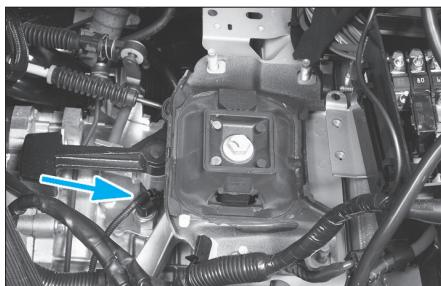

FIG. 3
- Débrancher le contacteur de feux de recul (Fig.3).